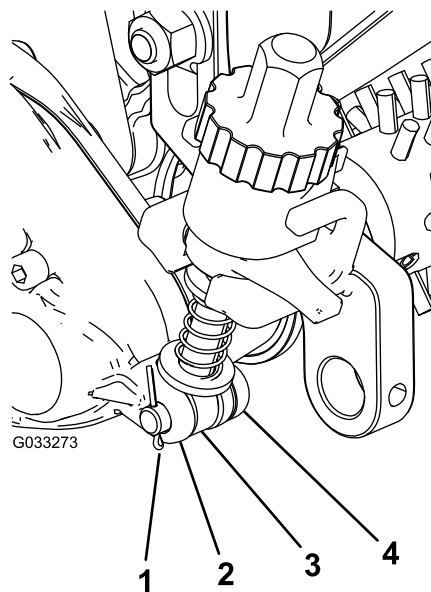

Figura 22
- Fate scorrere l'asta del gruppo del braccio di regolazione accanto alla scatola della trasmissione del groomer nella fessura della scatola della trasmissione e fissatela con un perno di regolazione e una coppiglia (Figura 22).